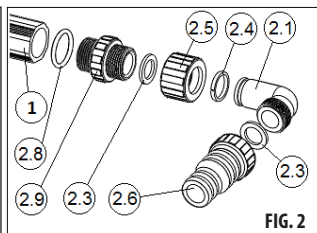
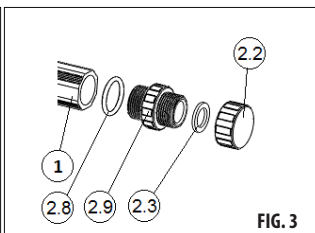

FIG. 2
FIG. 3
- 1) Complétez le panneau. Installez le transducteur (2.9) avec des joints toriques en silicone (2.8) sur les tubes du panneau solaire. NOUS VOUS RECOMMANDONS D'APPLIQUER SUR LE FRONT ÉTANCHE DU TUYAU DU PANNEAU SOLIDE (1) UNE FINE COUCHE DE LA GRAISSE JOINTE POUR ÉVITER D'ÉVENTUELLES MANQUES D'ÉTANCHÉITÉS. Au niveau des adaptateurs, montez les colliers de serrage (FIG. 2) et les bouchons (FIG. 3). Au milieu d'un des tuyaux du panneau où il y a une presse-étoupe, il faut utiliser les pointes de tuyau. Sur le deuxième tuyau, montez les presse-étoupe.